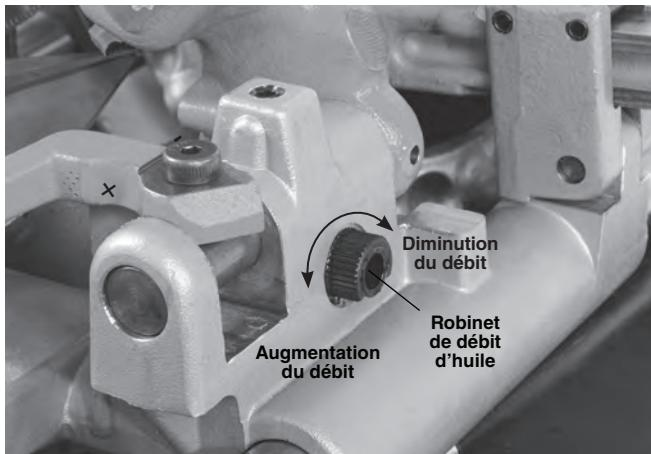

Figure 4 – Réglage du débit d'huile
- Ramenez la tête de filière en position. Appuyez longuement sur la pédale de commande. Vérifiez le débit d'huile à travers la tête de filière. Retirez votre pied de la pédale de commande. Le débit d'huile peut être réglé à l'aide du robinet situé sur le chariot (*Figure 4*). Tournez le robinet en sens horaire pour diminuer le débit, et en sens antihoraire pour l'augmenter. Ne pas tenter de régler le débit d'huile avec l'appareil en marche. Reportez-vous à la rubrique *Consignes d'entretien* pour l'entretien du système de lubrification.